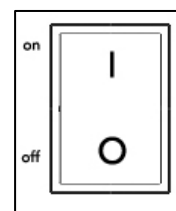

図2
- 電源のオン / オフスイッチがオフの位置にあることを確認し、電源コードをコンセントに接続します（図2）。